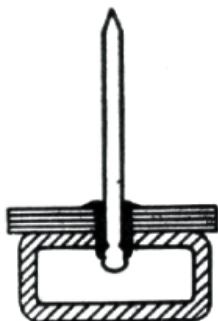

Fig. 4
2. O rebite deverá ter o comprimento um pouco maior que a espessura do material a ser rebitado (fig. 4);